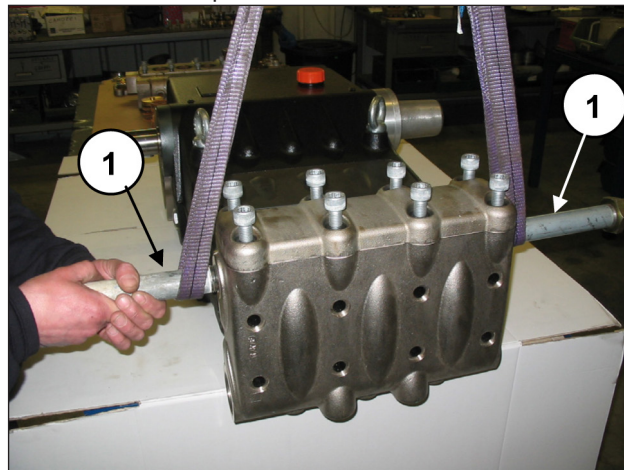
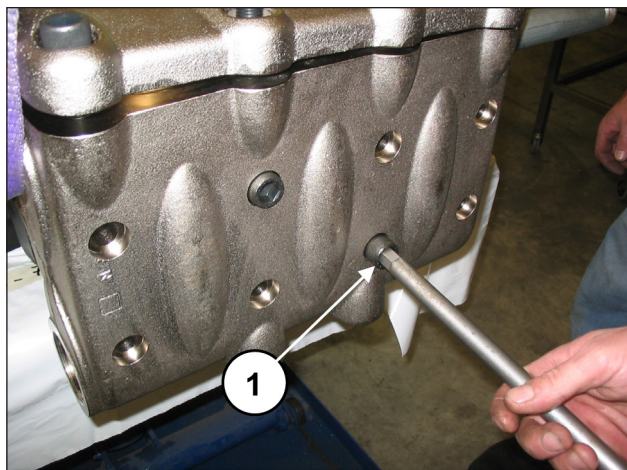

Fig. 104
Fig. 105
Fixer deux supports filetés G2" aux raccords de refoulement du collecteur (rep. ①, Fig. 104) et dévisser ensuite les 8 vis M16x150 (rep. ①, Fig. 105).